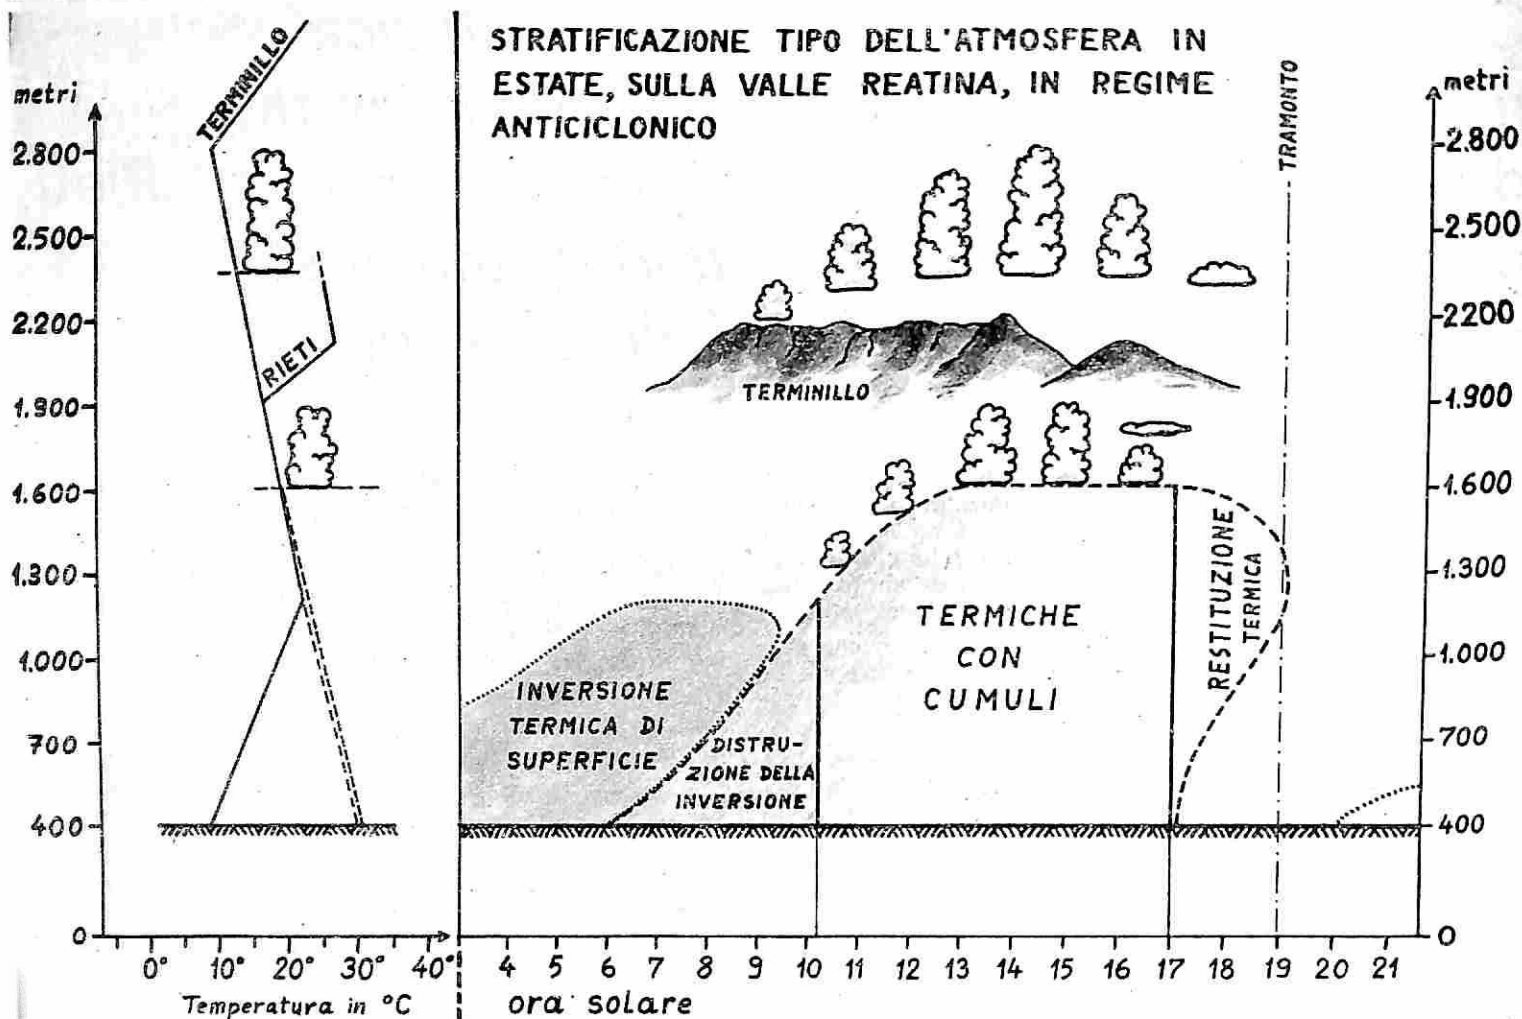

Fig. 2
Destruction of this inversion and start of convection thermals occurs at about 10.30 (solar time), while the initial condensation level of any cumulus clouds that form is about 1600 m QNH in the valley and around 2000-2200 m on Mount Terminillo (Fig. 2).
10.30 (ora solare), mentre la base iniziale di condensazione degli eventuali cumuli si trova a circa 1.600 m QNH, nella valle, e attorno a 2.000-2.200 m sul massiccio del Monte Terminillo (fig. 2).